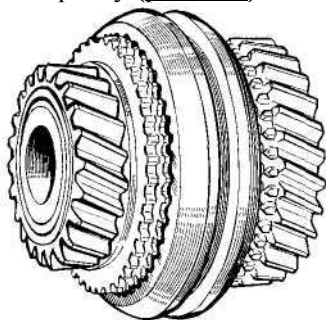

Рис. 135. Ступица муфты синхронизаторов III-ей и IV-ой передач с муфтой включения синхронизаторов и набором шестерён (перед установкой в картер коробки передач)
- а) из упорной шайбы 14 (рис. 117), ведущей шестерни 18 III-ей передачи с кольцом синхронизатора 35, ступицы муфты синхронизаторов III-ей и IV-ой передач в сборе с муфтой 15 включения, пружинами 36 и сухарями 38, упорной шайбы 14 и ведущей шестерни 12 IV-ой передачи с кольцом синхронизатора 35 (см. рис. 135);